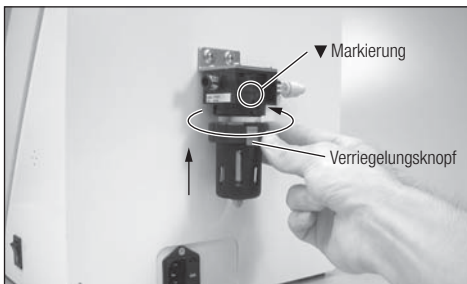

Abb. 33
- 8) Montieren Sie das Hauptgehäuse, indem Sie den Verriegelungsknopf in die Rille auf dem Hauptgehäuse schieben. Gehäuseträger nach oben drücken, damit kein Spalt zum Hauptgehäuse bleibt. Nach rechts drehen, bis der Verriegelungsknopf auf der Markierung steht (Abb. 33).